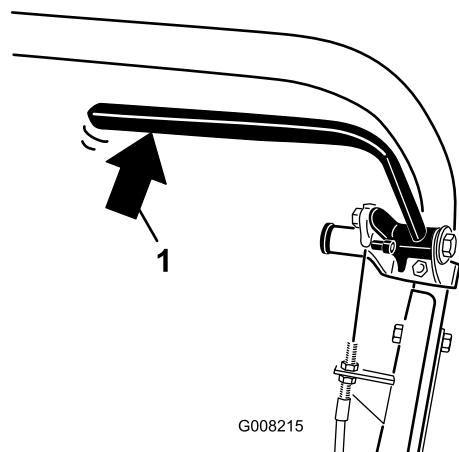

Figura 33
2. Usando una balanza de muelle, presione hacia atrás la palanca del freno de servicio (Figura 33). El freno de estacionamiento debe quitarse al alcanzar una fuerza de 13,5 a 18 kg. Si el freno de estacionamiento se desactiva antes de alcanzar la presión de 13,5 a 18 kg, ajuste el cable del freno.